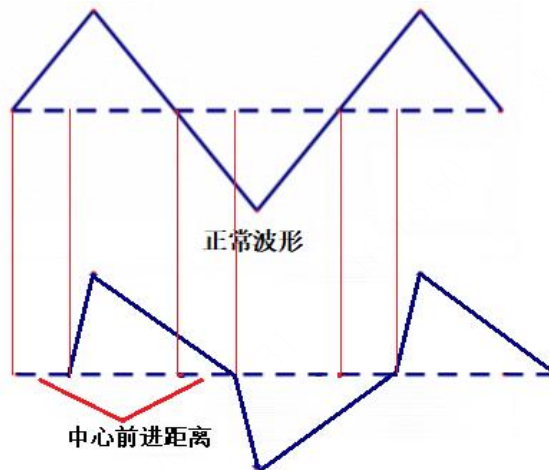

图 3-16 中心前进示意图
(6) 左/右振幅：指摆焊时，焊缝左边/右边的最大距离。单位：mm，范围：0.1-100。注意，人面对焊缝前进方向，左手边为左边，右手边为右边。焊接频率和左右振幅之和直接需要满足两者之积小于 50。不允许高频大振幅运动。
(7) 中心前进：在使用三角（包括立体三角）和正弦时候，中心位置沿着焊缝方向前进的距离，在左右两端位置没有焊缝方向偏移量。以三角为例，摆出形状如下图 3-16 所示。